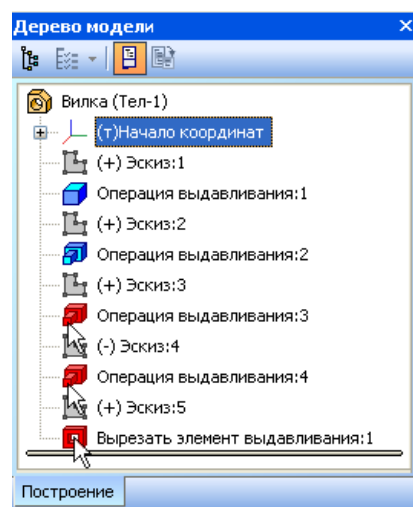

Рисунок 34.
- В Дереве модели укажите три элемента, составляющие правую проушину (рис. 34).